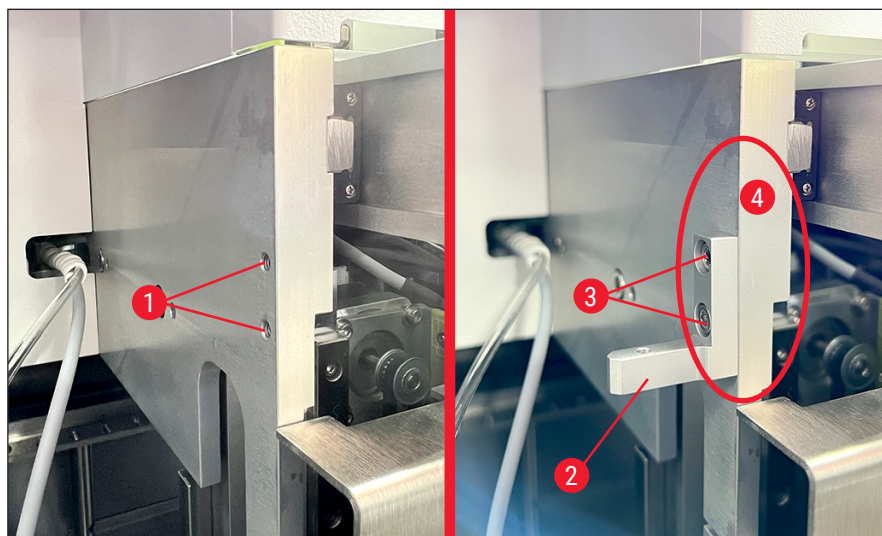

Fig. 23
2. Mai întâi, fixați suportul de montare (→ Fig. 23-2) în orificii (→ Fig. 23-1) în peretele carcasei (→ Fig. 23-4) folosind cele două șuruburi (→ Fig. 23-3). Asigurați-vă că suportul de montare este paralel cu marginea peretelui carcasei (elipsă, (→ Fig. 23)).
Dacă marginea lamei de probă atinge capacul curățătorului de ac, puteți efectua o reglare fină după deșurubarea șuruburilor (→ Fig. 23-3) de pe peretele carcasei (→ Fig. 23). Pentru acest lucru, utilizați spațiul disponibil în perforații. Strângeți șuruburile atunci când ați atins poziția corectă.